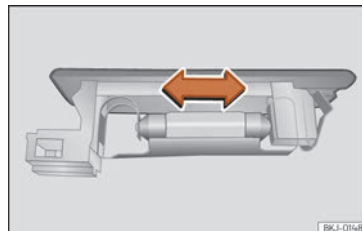

Fig. 65 Luz del maletero.
- Presione la lámpara lateralmente y extráigala del alojamiento »» fig. 65.